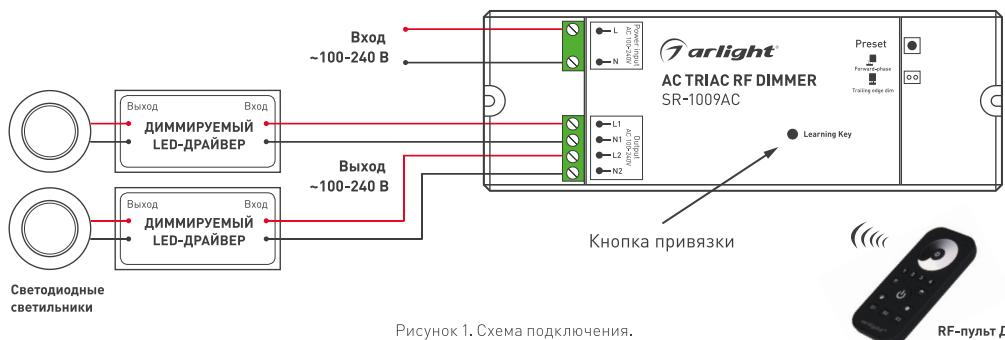

Рисунок 1. Схема подключения.
- Подключите нагрузку к выходу OUTPUT, соблюдая расположение проводов: L – фаза, N – ноль (Рис. 1).